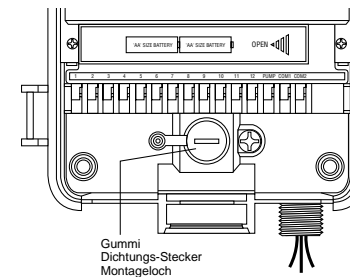

ABB. 20: Kabelanschlußfach des Steuergerätekastens
- Entfernen Sie den Gummi-Schutzstöpsel aus der Schraubenöffnung und schieben Sie eine Schraube der Größe 8 durch die Öffnung im Steuergerätekasten [siehe Abb. 20].
- Ziehen Sie die Schraube fest an, bis der Steuergerätekasten an der Wand fest sitzt und setzen Sie dann den Gummistöpsel wieder in die Öffnung [siehe Abb. 20].